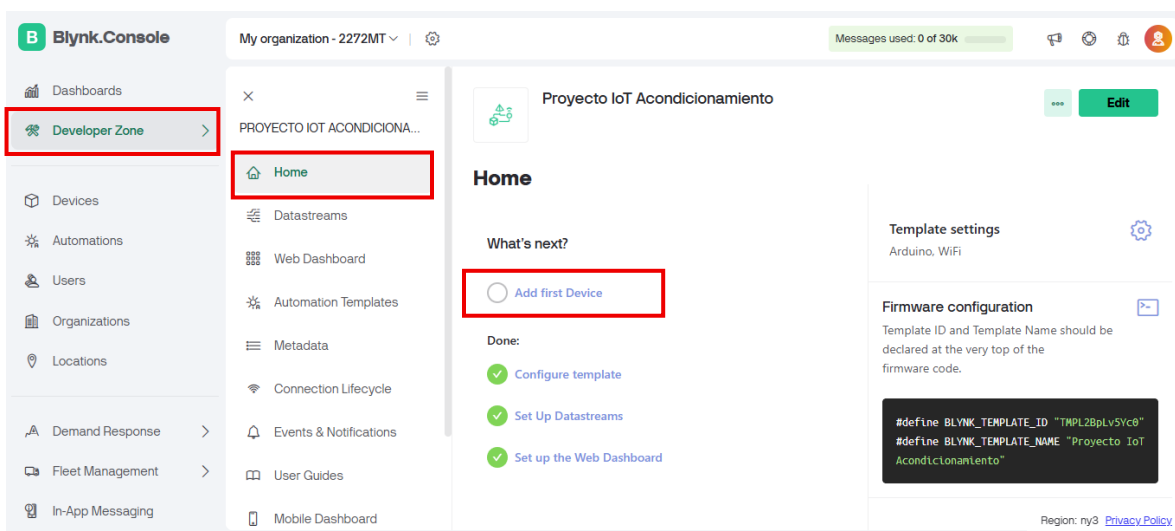

Figura 8.16. Proceso para la creación de un dispositivo
11. Una vez llegado a este paso, podrá evidenciar que haciendo *click* sobre el botón “Developer Zone” y luego en “Home” aparecerá un *check list* con los pasos realizados y los que falta por configurar. En este caso se realizó la configuración del *Template*, el *Datastream* y el *Dashboard* (Ver figura 8.16). Para terminar el proceso es necesario crear un Dispositivo (“Device”). Haga *click* sobre “Add First Device” y cree un dispositivo con el nombre de su preferencia.